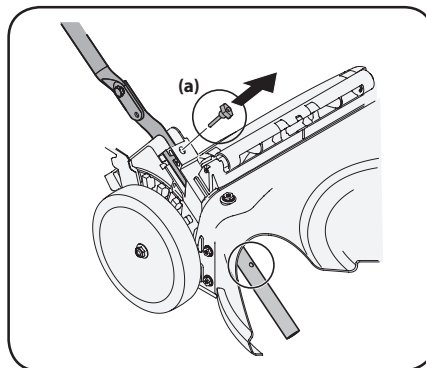

Figura 2-9
- Siga los pasos a continuación para ensamblar el colector de césped. Vea la Figura 2-9.